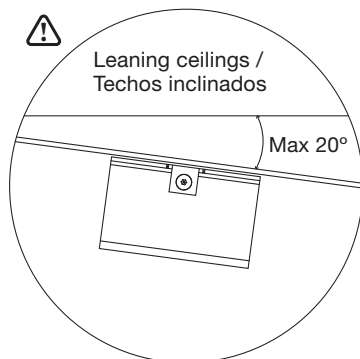

Fig. 2.2
ATENCIÓN: If it is a sloped ceiling, align the flat edges in the same direction as the ceiling, as shown in the drawing (Fig. 2.2).
2.1. Montar la pieza (B) sobre la pieza (A) utilizando las tuercas y juntas suministradas.
ATENCIÓN: En el caso de que la pared esté inclinada, orientar los cantos planos de la pieza (B) en la misma dirección que la inclinación del techo, como se indica en la Fig. 2.2.
ATTENTION: Si le mur est incliné, orienter les bords plats dans la même direction que le plafond, comme indiqué sur le dessin (Fig. 2.2).
ACHTUNG: Im Fall einer geneigten Decke muss die Halterung so wie in Abbildung (Fig. 2.2) dargestellt festgeschraubt werden.